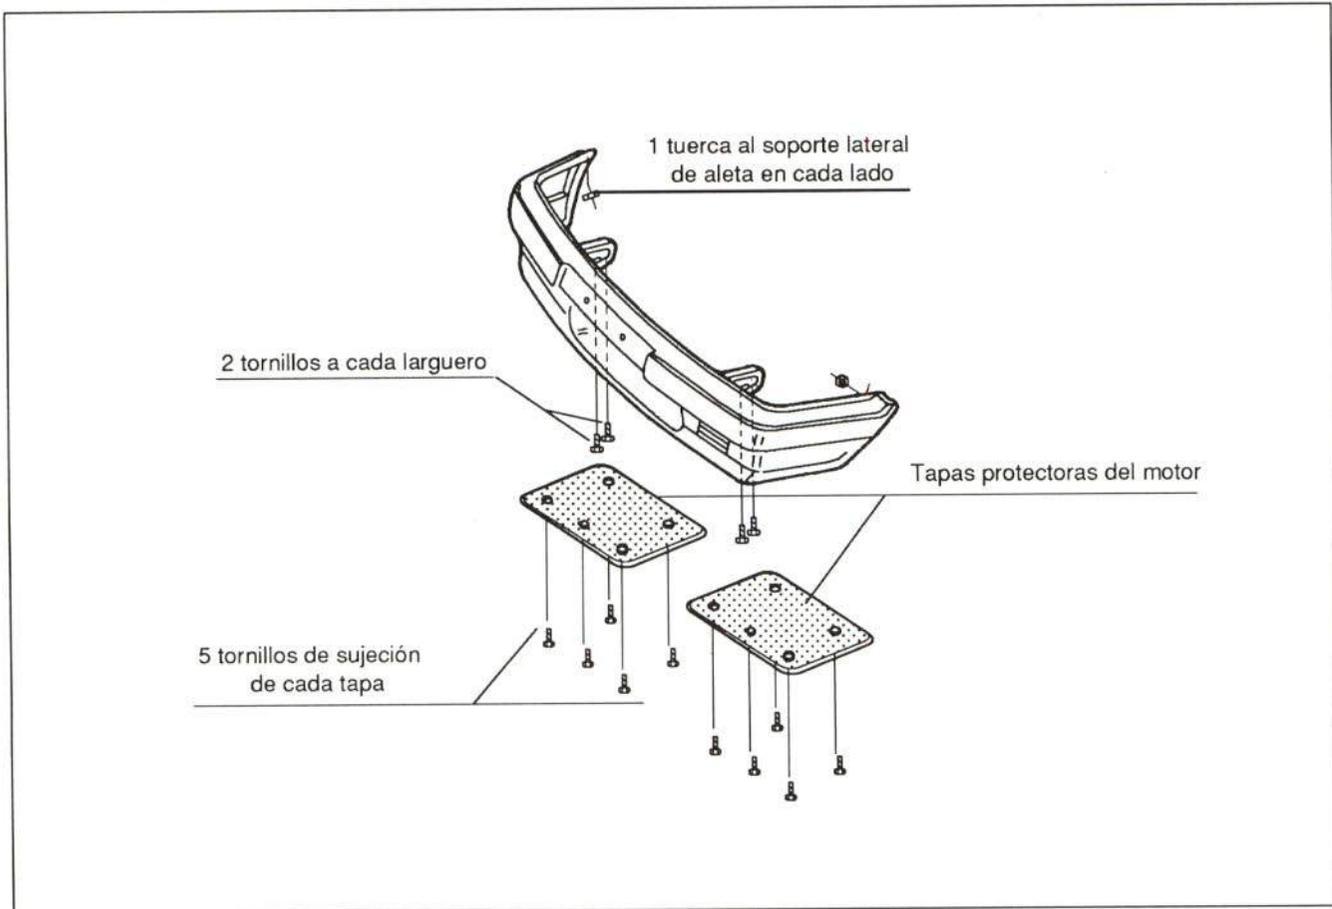

Fig. 6.- Montaje del paragolpes delantero
**2.3.- Paragolpes delantero:** Para su desmontaje, se han de retirar dos tapas protectoras, ya que impiden el acceso a los tornillos que fijan el paragolpes al larguero. Por ello, se deben extraer un número considerable de tornillos, alargándose el tiempo de su sustitución. (fig. 6)